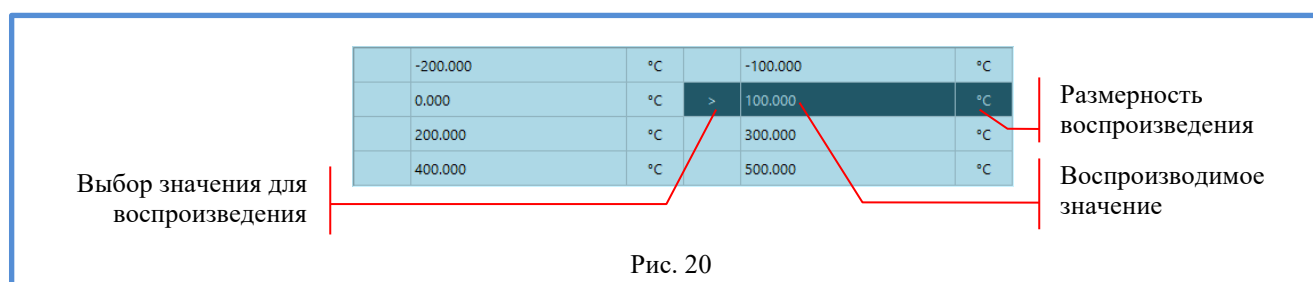

Рис. 20
4.2.6.3 Таблица «Список воспроизводимых значений», рис. 20